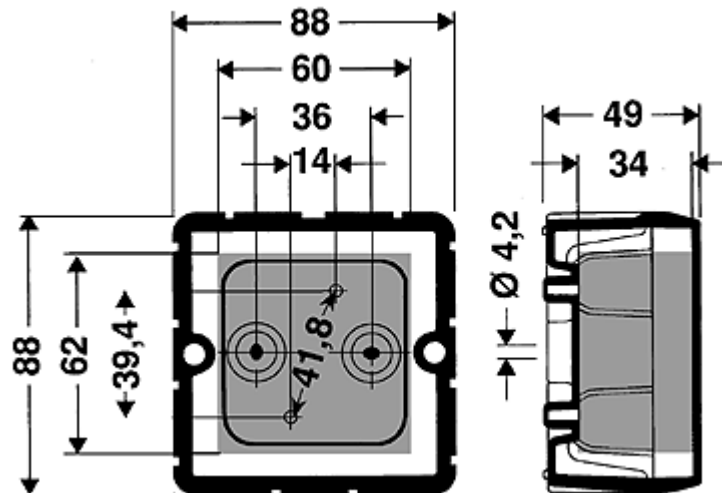

Рис. 3.4
3.3. Внешний вид и основные размеры корпуса AD02 приведены на рис.3.4.